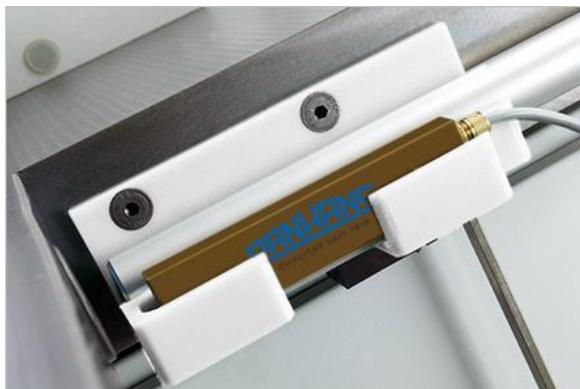

Figure 42 : compartiment pour le Zeromaster
- Retirer le Zeromaster du compartiment de rangement sur le côté de la machine (⇒ Figure 42) et appuyer sur **Zeromaster**.
Solution : Placez correctement la clé de serrage de l'outil sur le compartiment latéral (voir ⇨ Figure 42).